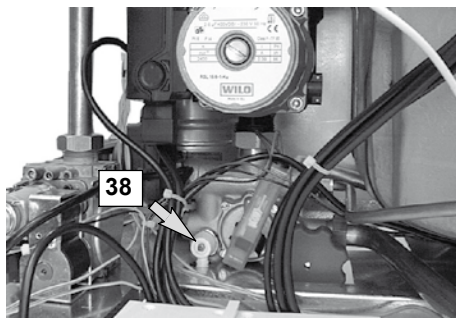

Figura 9.5
- Allentare il rubinetto di svuotamento caldaia 38 indicato in Figura 9.5.